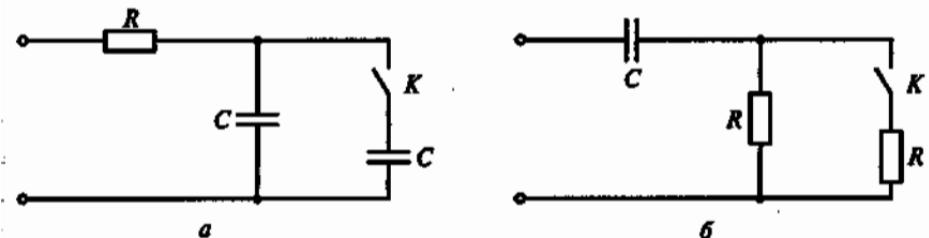

Рис. 139
4.4. Как изменятся постоянные времени τ_a и τ_b контуров, показанных соответственно на рис. 139, а и б, если замкнуть ключ K ? (Указать неправильный ответ.)